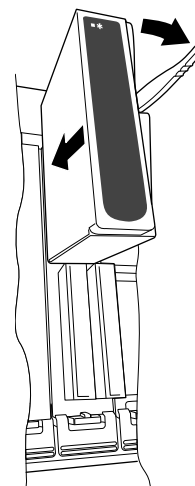

Figura 6 Installazione di un modulo IO
1. Estrarre la leva di fissaggio del modulo e portarla in posizione sbloccata, come riportato nella Figura 6.